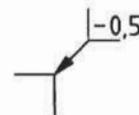
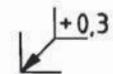

Bild 27.
Bild 28.
3.5.4 Angaben, die nur für Außenkanten gelten sollen, sind nach Bild 27, für Innenkanten nach Bild 28 einzutragen.